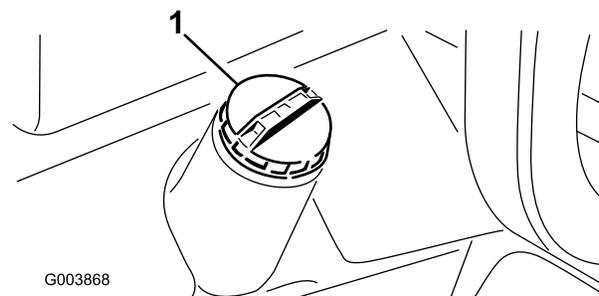

Figura 26
1. Togliete il tappo dal serbatoio del carburante (Figura 26).